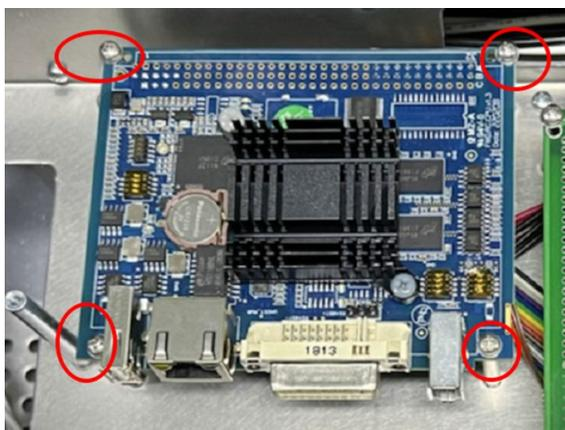

图 3-31：重新安装连接器和核心板
4. 将断开的连接器插在新核心板上的相应位置，并将核心板安装在钣金上，锁好 4 颗螺钉，如图 3-31 所示；